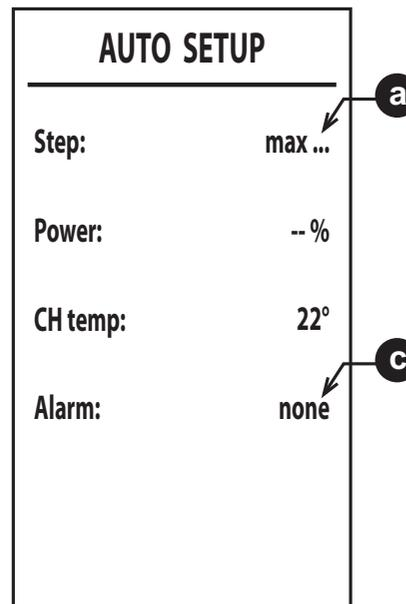

рис. 53
6. После розжига горелка переключается на нагрев с различной мощностью (макс., ср., мин.), как описано в пункте **а** (рис. 53).
8. Если последовательность розжига, описанная в пункте «**б**», не удалась, появится сообщение **max_err** в пункте **а** и код ошибки в пункте **с** (рис. 53).